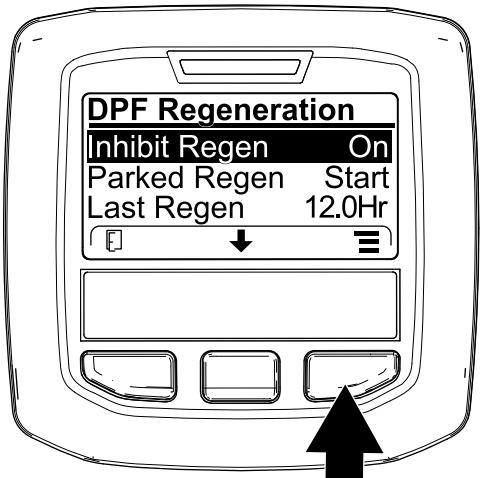

Bild 38
1. Navigieren Sie auf das Menü „DPF Regeneration“, drücken Sie die mittlere Taste und navigieren Sie auf die Option INHIBIT REGEN.; drücken Sie die rechte Taste, um den Eintrag „Inhibit Regen.“ auszuwählen (Bild 38).
2. Drücken Sie die rechte Taste, um die Einstellung für das Verhindern der Regenerierung von „On“ in „Off“ (Bild 38) oder von „Off“ in „On“ (Bild 39) zu ändern.